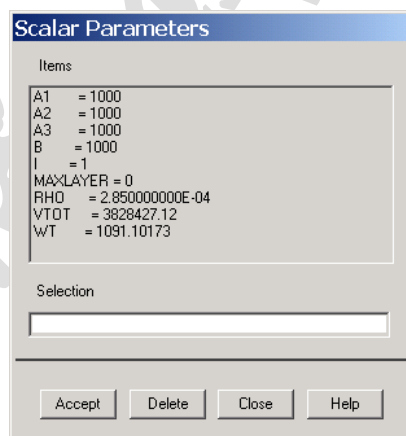

图12.32 读出单元总体积
(16) 单击 Main Menu>General Postproc>Element Table>Sum of Each Item 菜单，弹出【Tabular Sum of Each Element Table Item】对话框。单击【OK】按钮计算总和，将列表显示总和为【0.382843E+07】。
(17) 单击【Utility Menu】|【Parameters】|【Get Scalar Data】菜单，弹出【Get Scalar Data】对话框，在【Type of Data to be Retrieved】列表框左列单击【Results Data】，在右列单击【Elem Table Sums】，单击【OK】按钮弹出【Get Element Table Sum Results】对话框，在【Name of Parameter to be Defined】文本框中输入【VTOT】，然后单击【OK】按钮。
(18) 单击【Utility Menu】|【Parameters】|【Scalar Parameters】菜单，在【Selection】文本框中输入【RHO=2.85E-4】，单击【Accept】按钮，再在【Selection】文本框中输入【WT=RHO\*VTOT】，单击【Accept】按钮。如图 12.32 所示。